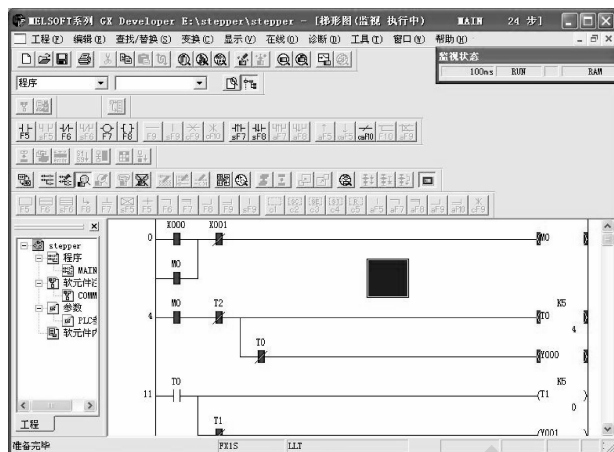

图 1-4-13 I/O 系统设定
6. 对于较复杂的程序，如果需要对时序进行分析，可以先将模拟 PLC 界面的状态设为 STOP，单击“LADDER LOGIC TEST TOOL”对话框上的“菜单启动”（图 1-4-8），选择“L/O 系统设定”，弹出图 1-4-13 所示窗口，在左边输入方式一列中双击“时序图输入”下方展开的“No. 1 - No. 10”，单击编辑窗口中的 No. 1 一栏“条件”列下方的下拉箭头（图 1-4-14），弹出图 1-4-15 所示的对话框，选择“通常 ON”，按“OK”键确定。同样方法将右方与其串联的下拉框设为“通常 ON”，再单击“时序图形式”一列下的“以时序图形式进行编辑”按钮，弹出图 1-4-16 所示的时序图编辑窗口。单击“软元件”，选择“软元件登录”，弹出图 1-4-17 所示窗口，这里需要设置的输入是 X0 和 X1，因此软元件名选择“X”，软件号输入 0，初值设为 OFF，单击登录，用同样方法登录 X1，初值也设为 OFF，单击关闭。回到时序图输入编辑窗口中，可以看到窗口中增加了 X0 和 X1 两条波形，通过工具栏中的快捷图标可以对波形进行编辑，或者直接双击波形进行编辑，双击的作用是使红色光标位置以后的波形取反。波形编辑的时间轴上有刻度标志，从 0 ~ 99，其单位是 100ms，也就是进入仿真时“监视状态”框（图